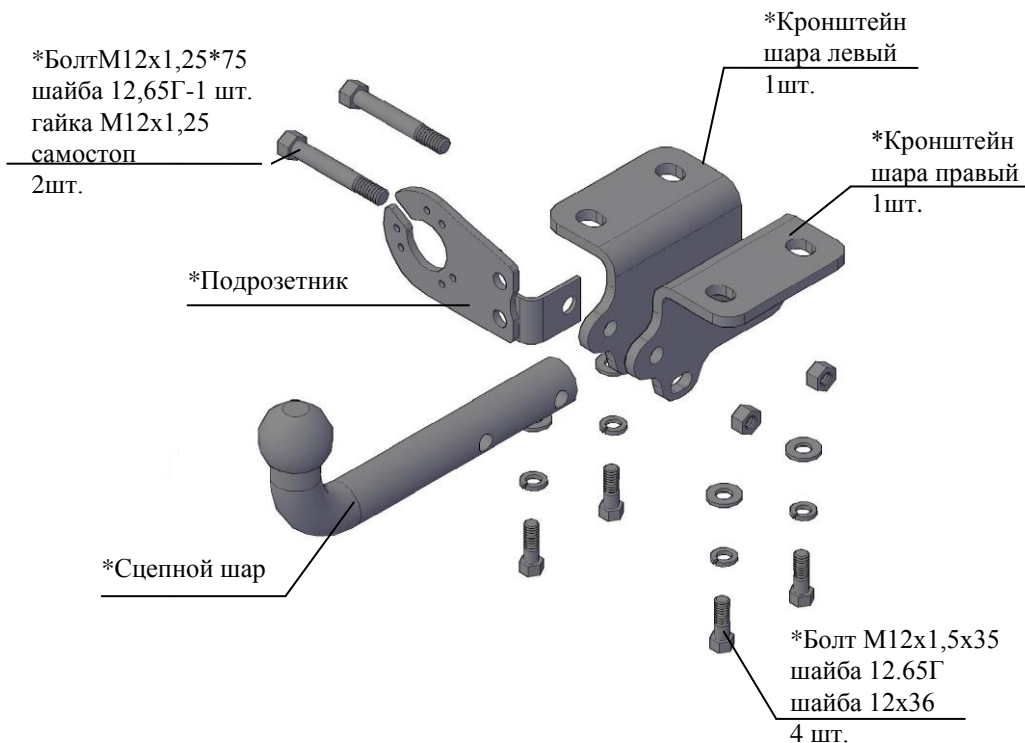

Рис.1 Тягово-сцепное устройство 9160
2.1 ТСУ 9160 в сборе (рис.1)	1 шт.
2.2 Пакет с комплектующими (см. рис.1)	1 шт.